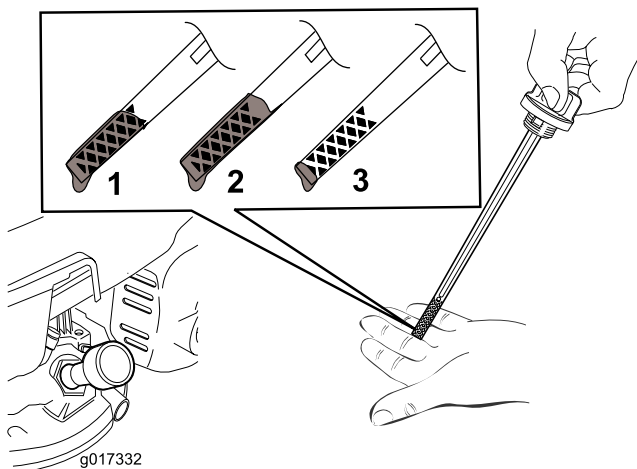

Figura 7
2. Remova a vareta medidora girando a tampa no sentido anti-horário e puxando-a para fora (Figura 7).
7. Verifique o nível do óleo na vareta (Figura 7).